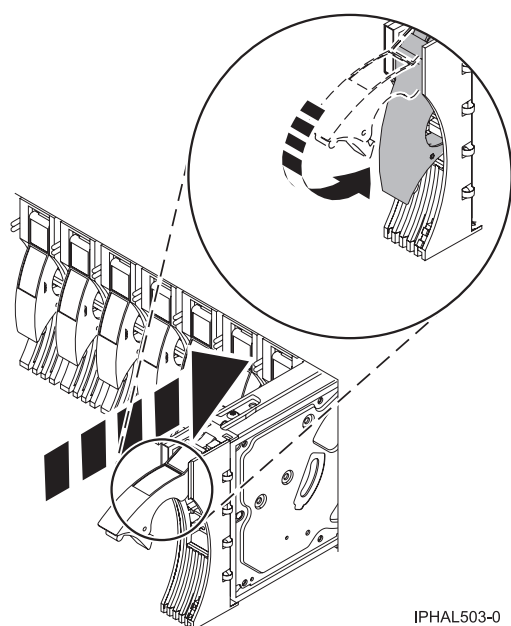

Figure 29. Installation d'une unité de disque sur un modèle or 11D/20
10. Faites glisser complètement l'unité de disque dans l'unité centrale ou l'unité d'extension, puis bloquez l'unité dans son emplacement en poussant la poignée (voir figure 29).